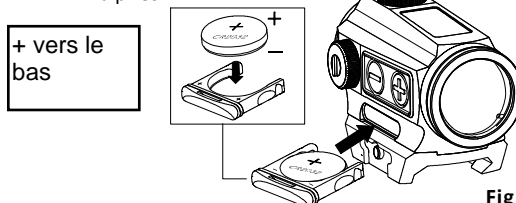

Fig 2-2
- 2) Installation de batterie (Fig2-2) :